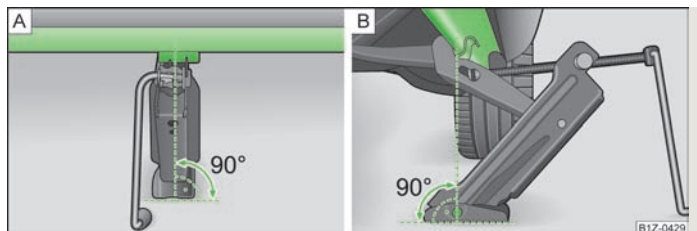

Fig. 160 Colocar el gato
- Fijar el gato de modo que la garra abarque el alma vertical » **fig. 160 - B** debajo de la marca.
- Asegurarse de que la placa de base del gato esté con toda la superficie apoyada en un suelo recto y en vertical » **fig. 160** respecto a la posición en la que la garra abarca el alma.